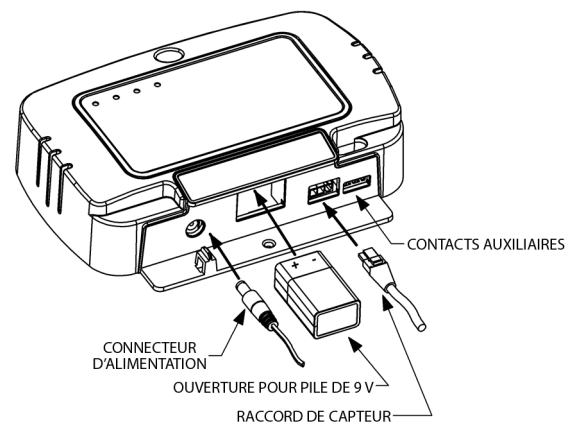

Figure 3
- 4) Diriger le câble du détecteur vers l'extérieur du puisard et le raccorder au fond de l'enceinte de l'alarme. Voir la **figure 3**.
- 4) Diriger le câble du détecteur vers l'extérieur de la fosse de rétention des eaux usées et le raccorder au fond de l'enceinte de l'alarme en s'assurant qu'il ne nuit pas au fonctionnement du flotteur de la pompe principale. Voir la **figure 3**.
- 1) Raccorder l'adaptateur d'alimentation électrique au module de l'alarme tel qu'illustré à la figure 3. Brancher l'adaptateur d'alimentation électrique dans la prise murale et s'assurer que le témoin vert d'alimentation s'allume.
- 2) Installer la pile de 9 V, tel qu'illustré à la **figure 3**.